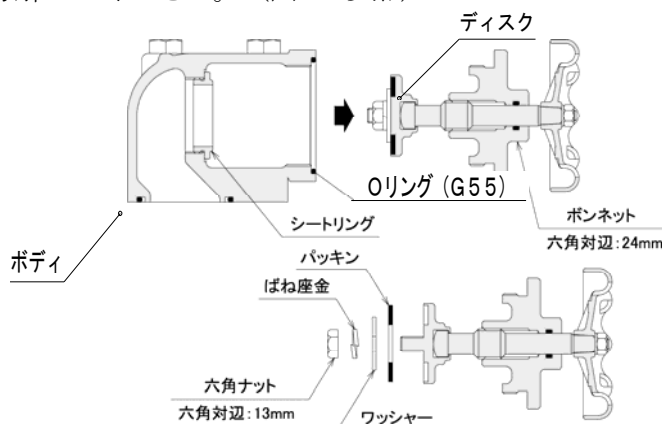

図15. 排水弁詳細図
④ボンネット (六角対辺: 24mm) を外してください。(図15参照)
⑤ディスクを分解してください。(図15参照)
⑦ディスクを組み立ててください。(図15参照)
⑧ボンネットをボディに組み付けてください。このとき、Oリングを新品に交換してください。